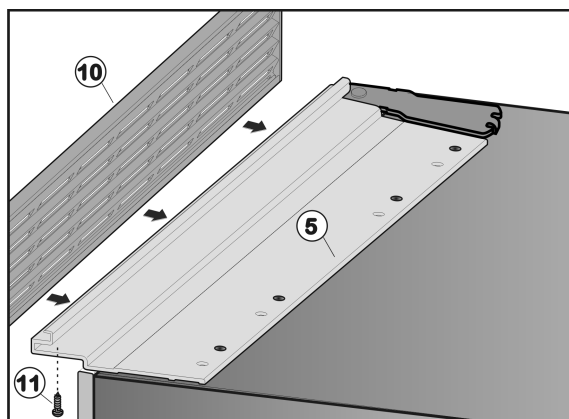

Fig. 31
- Mettre la grille de ventilation Fig. 31 (10) sur le profilé d'encastrement Fig. 31 (5) et la placer de telle sorte que les trous de la grille de ventilation et du profilé d'encastrement soient les uns au-dessus des autres.
- Visser la grille de ventilation Fig. 31 (10) par le dessous avec trois vis Fig. 31 (11) au profilé d'encastrement Fig. 31 (5).